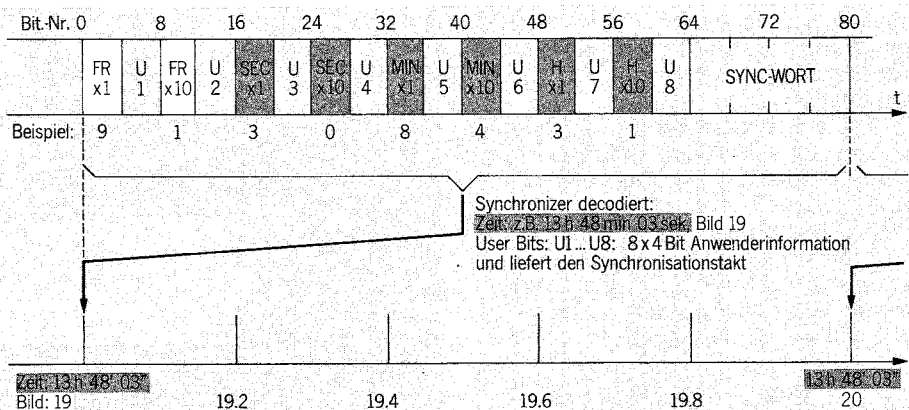

Bild 4: Zeitcodeauswertung.
Als «elektronische Welle» für die Synchronisation dient der SMPTE/EBU Zeitcode (TC). In seriell übertragenen 80 Bit-Worten sind Stunden, Minuten, Sekunden und Frames in BCD-codierter Form enthalten. Das TLS leitet aus dieser Information eine Taktfrequenz ab und ordnet jeder Flanke die entsprechende Zeit zu (Bild 4).